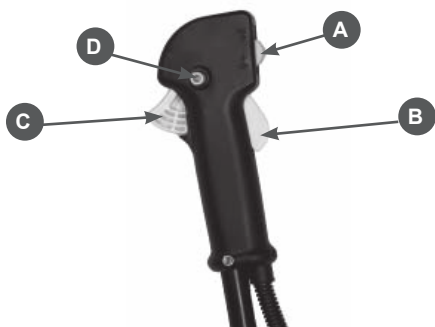
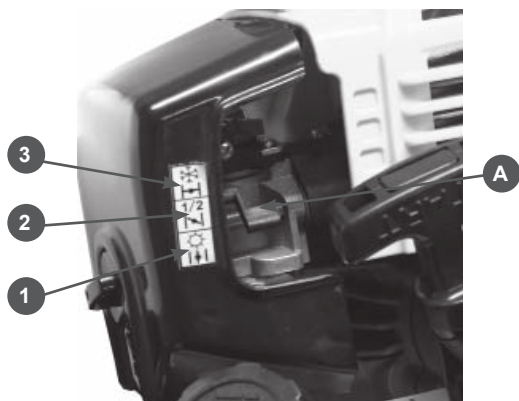

Рис.11
Рис.12
1. Установите выключатель (A) в положение «I» (сдвиньте вверх до упора) Рис.11. Нажмите одновременно на стопорный рычаг (B) и курок газа (C). Зафиксируйте курок газа в нажатом состоянии кнопкой(D) Рис.11.
2. Установите рычаг воздушной заслонки (A) в верхнее положение(3) (Рис.12)
5. После первой вспышки переведите рычаг воздушной заслонки в среднее положение (2) Рис.12 . Не забывая выбирать свободный ход шнура стартера, сильно, но плавно потяните за рукоятку стартера 1-2 раза. Двигатель должен запуститься.
6. После запуска переведите курок газа в режим холостого хода. Для этого освободите стопорную кнопку курка(D) Рис.11 и прогрейте двигатель в течение 30 секунд (рычаг воздушной заслонки при этом находится в положении 2), затем переведите рычаг заслонки в положение(1) Рис.12.
1. Заслонку при запуске установить в положение(1) Рис.12